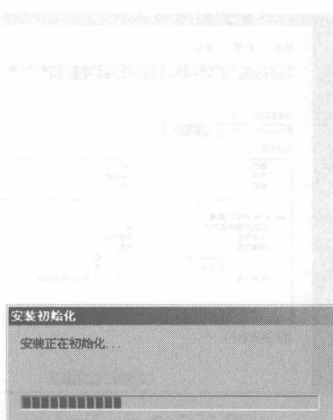

图 1-3-1
(1) 运行安装,弹出【安装初始化】对话框,如图1-3-1所示。